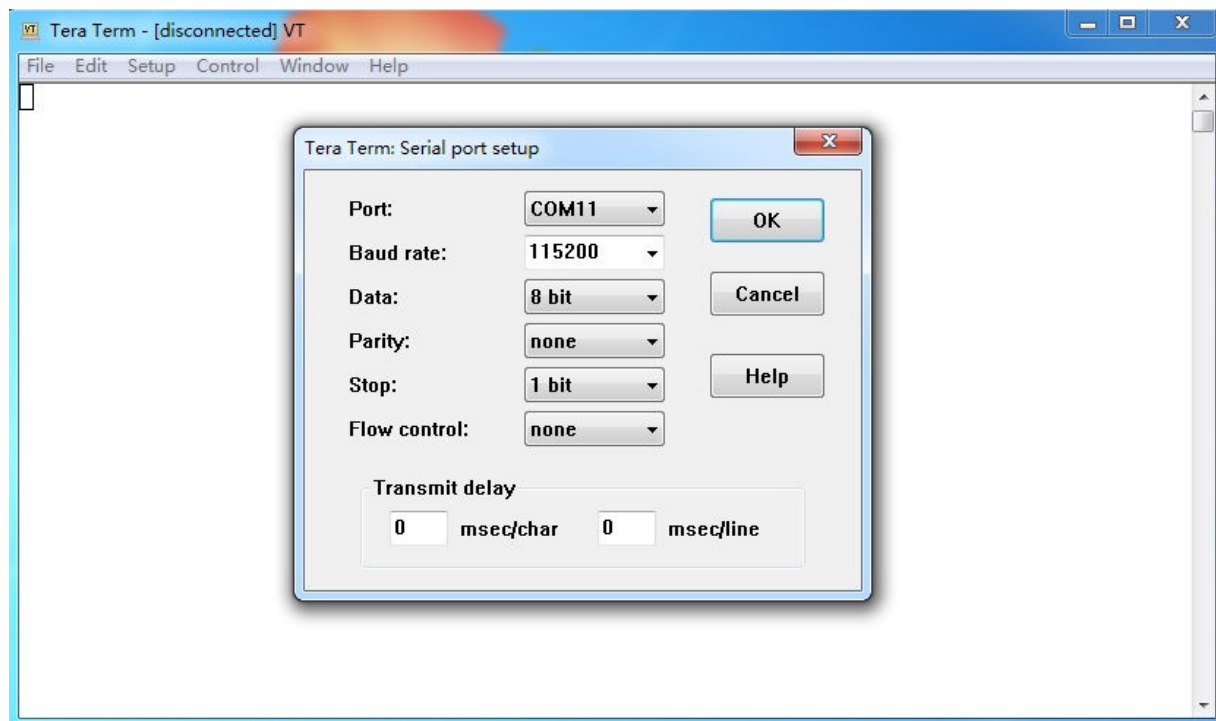
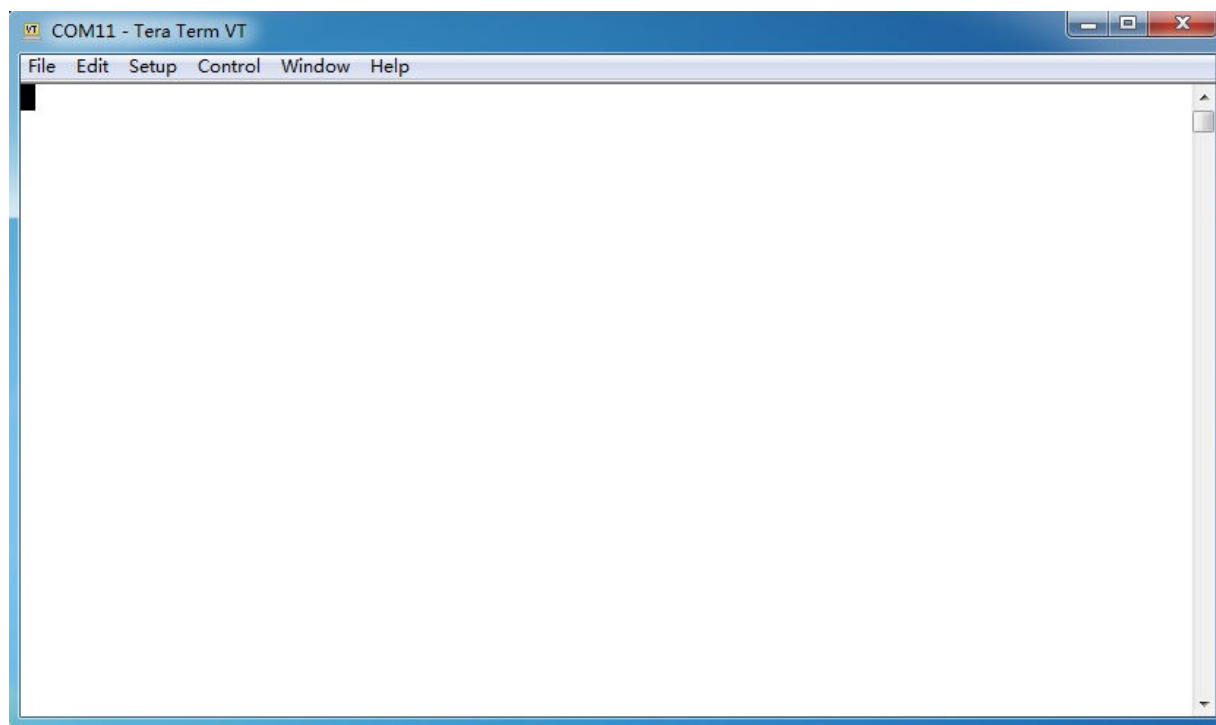

图 2 设置 TeraTerm 的端口
图 3 设置好端口号后的软件运行界面
- 5、此时，尚未对软件“TeraTerm”进行配置。在该软件的菜单 Setup—Serial port 里选择第 3 个步骤记下的端口号，并点击“OK”按钮。如图 2 所示。设定好端口号后，软件界面如图 3 所示。